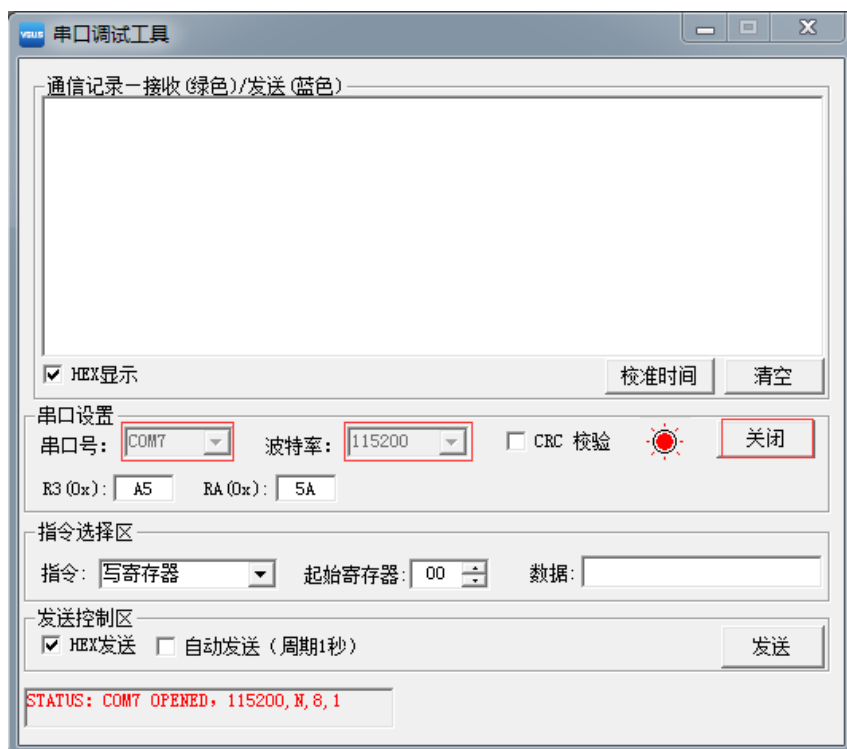

图 1.14 设置串口调试工具串口号
- (1) 新建或打开一个现有的 VGUS 工程，编译完成后，打开串口调试工具，选择 COM7，设置波特率，再点击“打开”按钮后，如图 1.14 所示。